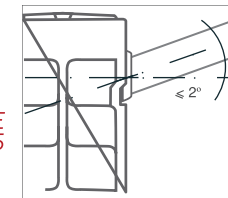

Рис. 5
**ВО ИЗБЕЖАНИИ АВАРИИ ДОПУСТИМО ОТКЛОНЕНИЕ ОСИ КОЛЛЕКТОРА РАДИАТОРА ОТ ПОДВОДЯЩИХ ТРУБ НЕ БОЛЕЕ 2° (РИС.5)!**